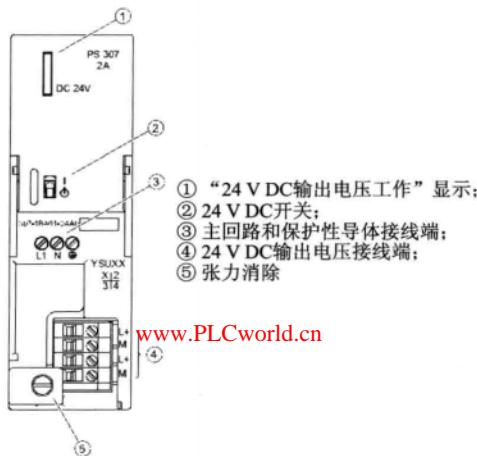
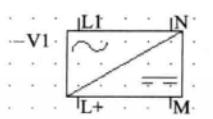

图 3-14 PS307 2A 说明书接线图
图 3-16 开关电源符号连接点定义
查找西门子 6ES7307-1BA01-0AA0 模块手册，其接线如图 3-14 所示。
单击“确定”按钮，完成“-V1”连接点代号的定义，如图 3-16 所示。
- 对比图 3-14 和图 3-16，符号基本上代表了实际 PS307 的功能。
对比图 3-16 和图 3-21 可以发现,用“黑盒”能更准确地表达 PS307 的电气含义。